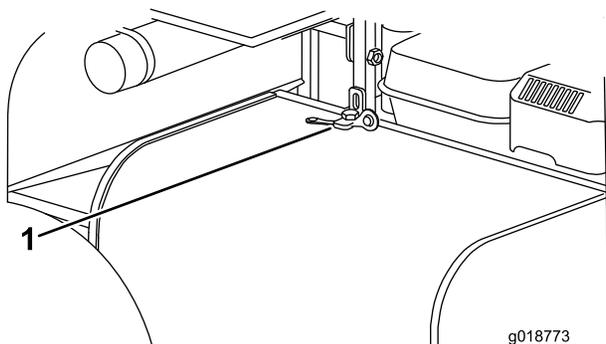

Figure 21
1. Retirez le boulon de fixation et soulevez le couvercle arrière (Figure 21)